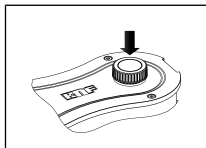

Fig.5: Mise en marche/arrêt de la pompe
- Mettez la pompe en marche en appuyant sur le bouton-poussoir/rotatif (voir Fig. 2/3, voir Fig. 5).
- Arrêtez la pompe à l'aide du bouton-poussoir/rotatif (voir Fig. 5).